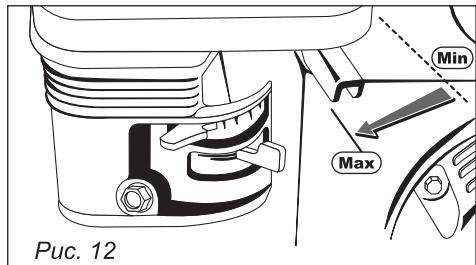

Рис. 12
1. Убедитесь, что рычаги управления приводом и щеткой не нажаты. Передвиньте рычаг управления дроссельной заслонкой в среднее положение (рис. 12).